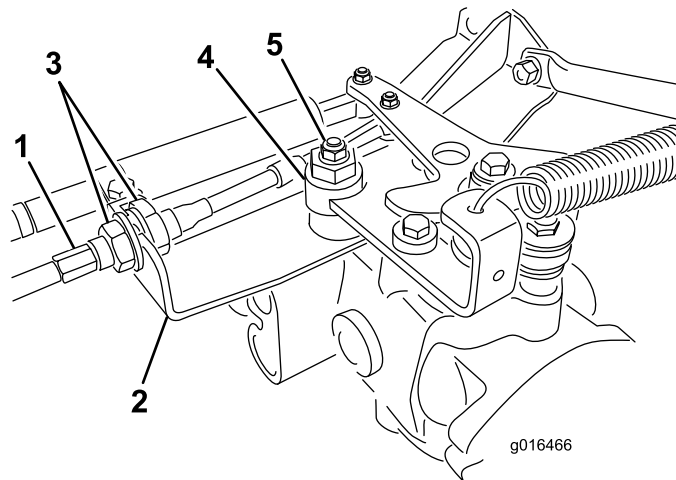

Figura 43
- A. Afloje las dos contratuercas que fijan el cable de control de tracción a la escuadra del hidrostato (Figura 43). Asegúrese de aflojar ambas contratuercas uniformemente, y lo suficiente como para permitir el ajuste.
Nota: Afloje la tuerca que sujeta el excéntrico a la parte superior del hidrostato (Figura 43).
- E. Cuando la rueda deje de girar, apriete la tuerca para bloquear el excéntrico y el ajuste (Figura 43).
- G. Desde cada lado de la escuadra, apriete las contratuercas uniformemente, fijando el cable de tracción a la escuadra (Figura 43). No tuerza el cable.